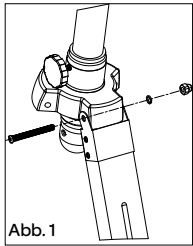

Abb. 1
1. Jeder Holzfuß des Stativs hat eine Schraube und eine Flügelmutter. Besten Sie den Holzfuß mit einem Schraubenzieher am Stativ. Stecke Sie eine lange Schraube durch die Metallverbindungen und drehen Sie sie mit einer Flügelmutter fest. Wiederholen Sie diesen Schritt mit allen drei Holzfüßen - Abb. 1.